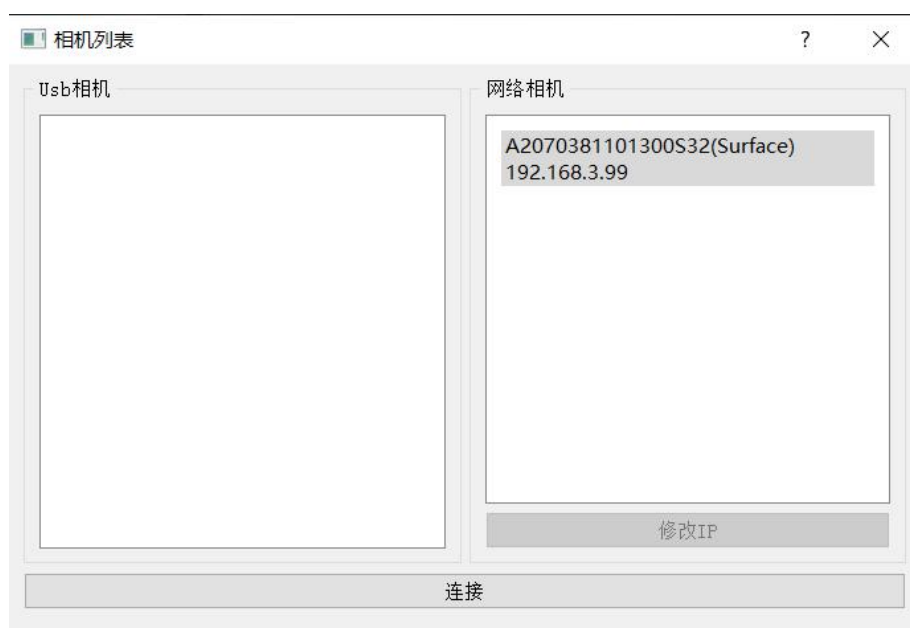

图 7
(2) 网络连接正常后，打开 3DViewer 文件夹下的 3DViewer.exe 软件，如图 7